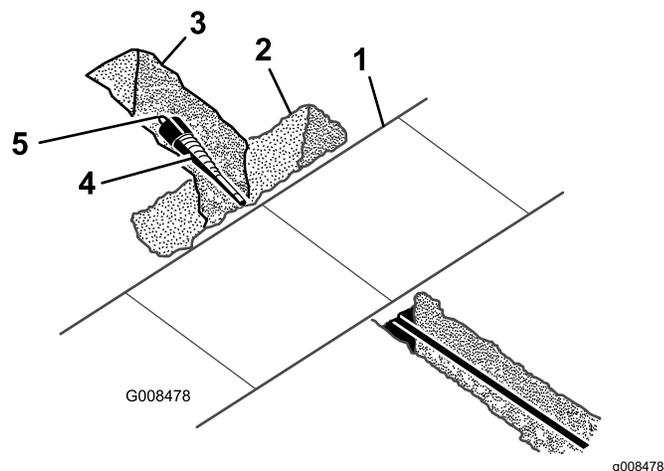

Рисунок 6
2. Снимите буровую насадку и подсоедините расширитель (Рисунок 6).
3. Подсоедините трос или трубопровод, который будет прокладываться под землей, к шарниру в конце расширителя (Рисунок 6).
1. Осторожно удалите лопатой грунт вокруг буровой насадки, освободив ее от почвы, чтобы ее можно было снять (Рисунок 6).